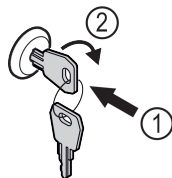

Fig. 144 Eksempelfremstilling
- ▶ Trykk inn nøkkelen Fig. 144 (1).
- ▶ Vri nøkkelen 90° med klokka Fig. 144 (2).